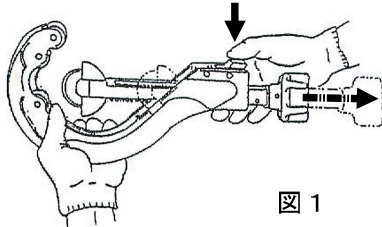

図1
- ①管に付着している土や汚れなどを取り除いて下さい。
- ②「爪」を押して「カッタホイール」を管の外径より開いて下さい。（図1）